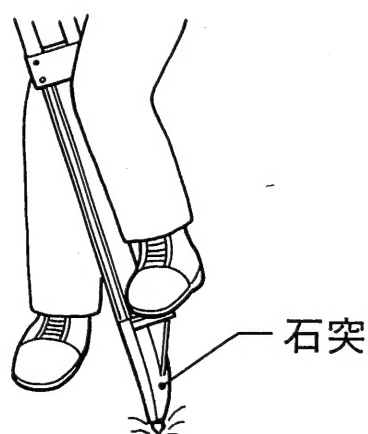

図3.2
- 4) 脚頭をほぼ水平にしてから、石突を踏み込み、三脚をしっかりと据え付けます。(図3.2)